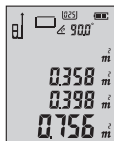

图3
3. 短按 **UNIT** 键，得到两次面积求和的结果，结果如图3所示。